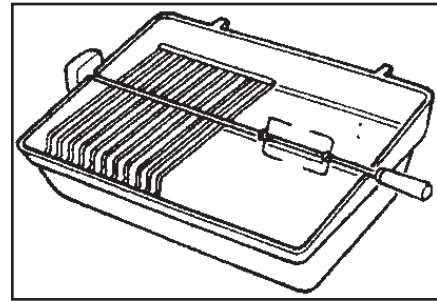

Fig. 9
2. Le tournebroche peut être utilisé en combinaison avec les grilles de cuisson si l'espace le permet. Dans ce cas, placer la viande le plus près de la poignée de la broche afin de faciliter le maniement. (Fig. 9)